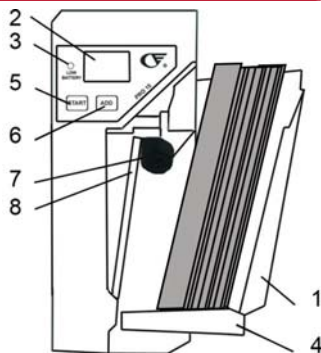

Abbildung 1
2. Machen Sie den Klappdeckel auf (Abbildung 1 – 1). Die Zählanzeige leuchtet sich automatisch ein (Abbildung 1 – 2).
3. Achtung! Stellen Sie den Banknotenbegrenzer bis zur Anschlag ein (Abbildung 1 – 4).